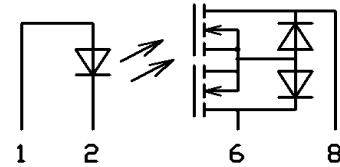

Рис. 2 – Функциональная схема оптоэлектронного коммутатора с выходом на МОП транзисторах
- 2) оптоэлектронные коммутаторы с выходом на МОП транзисторах, например, К294КП2ВПЗ, К294КП7ВП5, К294КП7ВП5Н, К294КП7ГП5 (рис.2)